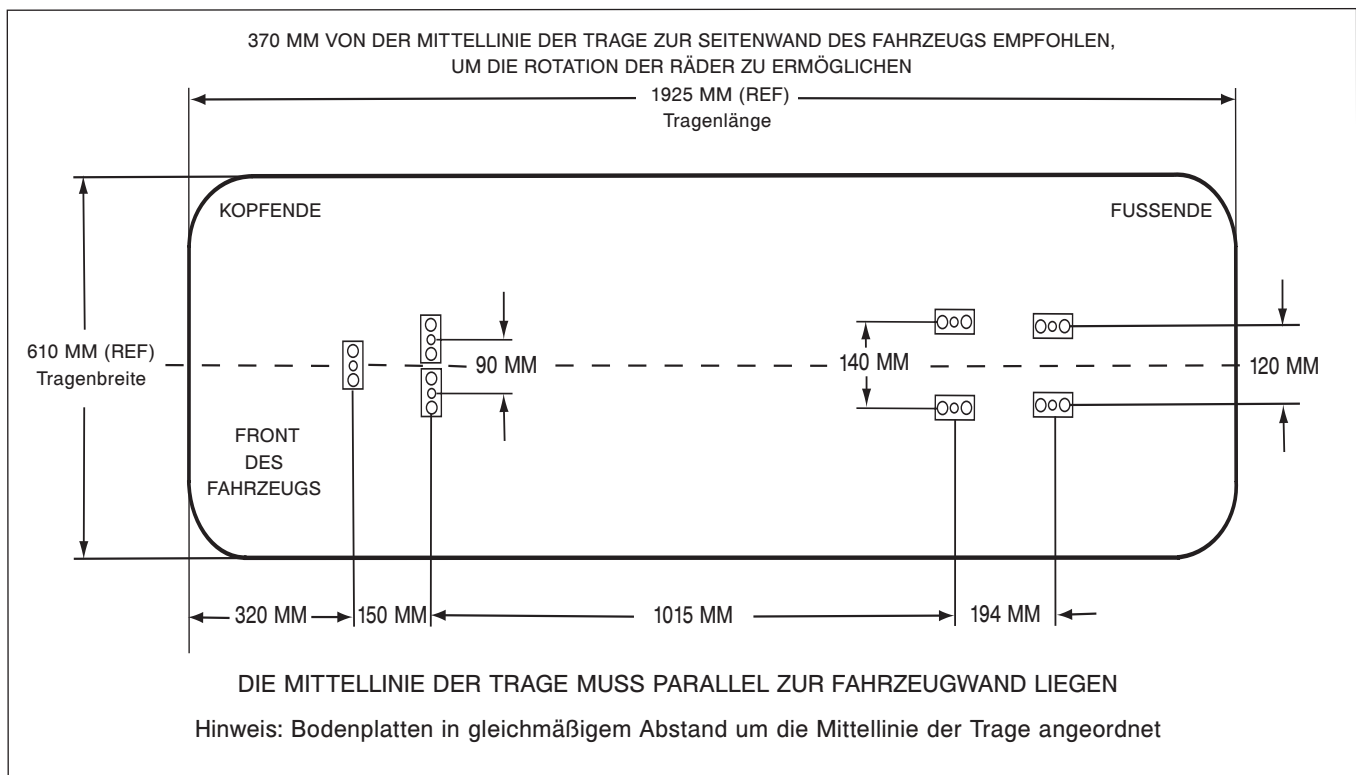

Abbildung 1 – Positionen für die Installation der Bodenplatten
2. Unter Anwendung der in Abbildung 1 dargestellten Abmessungen die Stellen lokalisieren und anbohren, an denen die Bodenplatten befestigt werden.